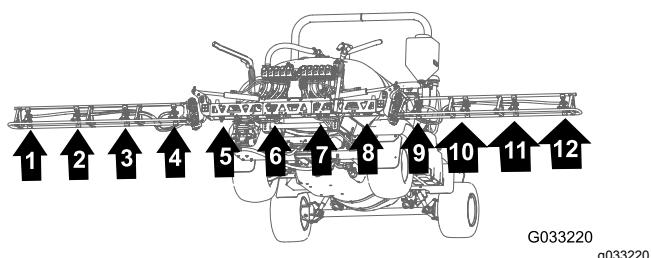
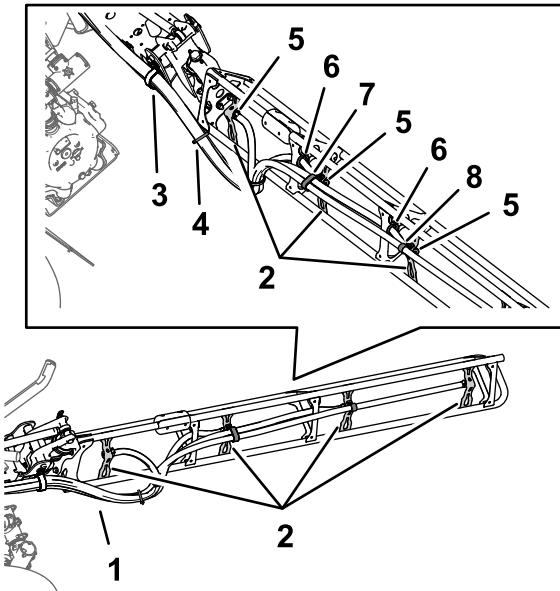

Figura 141
Figura 142
- Enrute las mangueras de las boquillas de fumigación 1, 2, 3 y 4 a través de la abrazadera en R en el extremo exterior izquierdo de la sección de brazo central (Figura 141 y Figura 142).
2. Enrute las mangueras de las boquillas de fumigación 7, 8, 9 y 4 a través de la abrazadera en R en el extremo exterior derecho de la sección de brazo central (Figura 141 y Figura 142).
3. Enrute las mangueras de suministro de 279 cm y los conectores de manguera dentados (3/4") por la sección de brazo hasta las boquillas del fumigador 1 y 10, según se muestra en la Figura 141 y la Figura 142.
4. Enrute las mangueras de suministro de 234 cm y los conectores de manguera dentados (3/4") por la sección de brazo hasta las boquillas del fumigador 2 y 9, según se muestra en la Figura 141 y la Figura 142.
5. Enrute las mangueras de suministro de 188 cm y los conectores de manguera dentados (3/4") por la sección de brazo hasta las boquillas del fumigador 3 y 8, según se muestra en la Figura 141 y la Figura 142.
6. Enrute las mangueras de suministro de 188 cm y los conectores de manguera dentados (3/4") por la sección de brazo hasta las boquillas del fumigador 4 y 7, según se muestra en la Figura 141 y la Figura 142.
7. Agrupe las 4 mangueras de las boquillas del fumigador con una brida, como se muestra en la Figura 142.